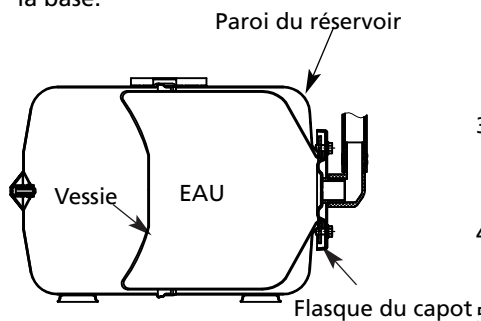

Figure 22 – Installation et logement corrects
- Nettoyer la surface d'étanchéité et la gorge du flasque; placer le couvercle sur le réservoir (voir Figure 22).